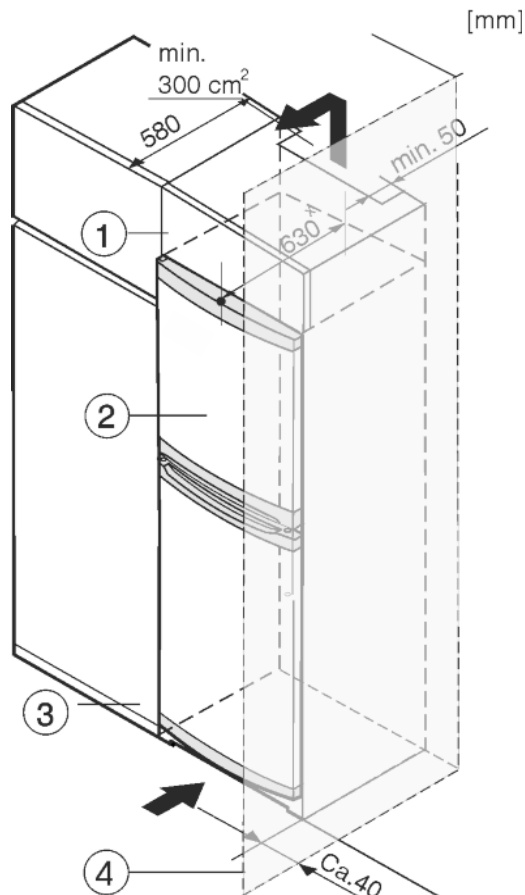

Fig. 8
- (1) Nadstavná skrinka
- (2) Prístroj
- (3) Kuchynská skriňa
- (4) Stena
Zariadenie môže byť zabudované medzi kuchynskými skriňami. Aby sa zariadenie Fig. 8 (2) prispôbilo výške kuchynskej linky, môže sa nad zariadením umiestniť nadstavná skrinka Fig. 8 (1).
Pri vstavaní s kuchynskými skriňami (hĺbka max. 580 mm) je možné zariadenie inštalovať priamo vedľa kuchynskej skrine Fig. 8 (3). Zariadenie vyčnieva nabok 34 mm * a v strede zariadenia 50 mm * oproti prednej časti kuchynskej skrine.
Ak je zariadenie umiestnené so závesmi vedľa steny *Fig. 8 (4)*, musí vzdialenosť medzi zariadením a stenou činiť minimálne 40 mm. To zodpovedá presahu držadla pri otvorených dverách.